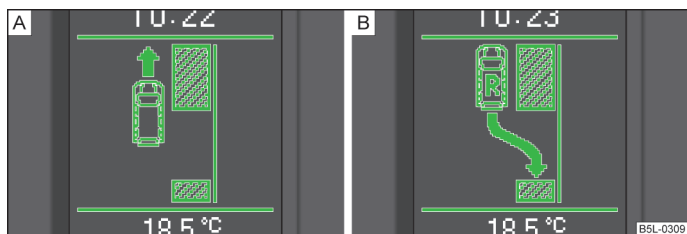

Fig. 122 Ecran d'informations : place de stationnement détectée avec instruction de continuer d'avancer **A** et d'enclencher la marche arrière **B**
- Lorsque l'assistant aux manœuvres de stationnement a détecté une place de parking appropriée, celle-ci s'affiche sur le visuel d'informations » fig. 122.
- Continuez d'avancer jusqu'à ce que l'instruction **B** » fig. 122 s'affiche.